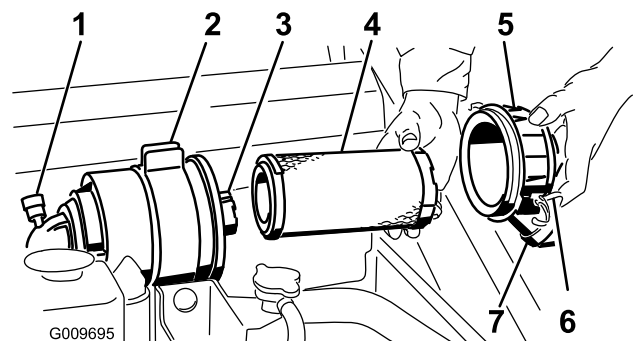

Bild 33
Wichtig: Warten Sie den Luftfilter nur, wenn die Wartungsanzeige rot ist (Bild 33). Das frühzeitige Auswechseln des Luftfilters erhöht nur die Gefahr, dass Schmutz in den Motor gelangt, wenn Sie den Filter entfernen.
4. Lösen Sie die Riegel am Luftfilter und ziehen Sie die Abdeckung vom Gehäuse ab (Bild 33).
6. Bringen Sie die Luftfilterabdeckung mit der Seite an, auf der UP gestanzt ist, und rasten Sie die Riegel ein (Bild 33).
1. Schieben Sie den Hauptfilter vorsichtig aus dem Luftfiltergehäuse heraus (Bild 33). Vermeiden Sie ein Anstoßen des Filters an der Seite des Gehäuses.
4. Wenn Sie den Sicherheitsfilter auswechseln, schieben Sie den neuen Filter vorsichtig in das Filtergehäuse (Bild 33).
5. Schieben Sie den Hauptfilter vorsichtig auf den Sicherheitsfilter (Bild 33). Stellen Sie sicher, dass dieser einwandfrei einliegt, indem Sie beim Einbauen auf den äußeren Rand des Filters drücken.